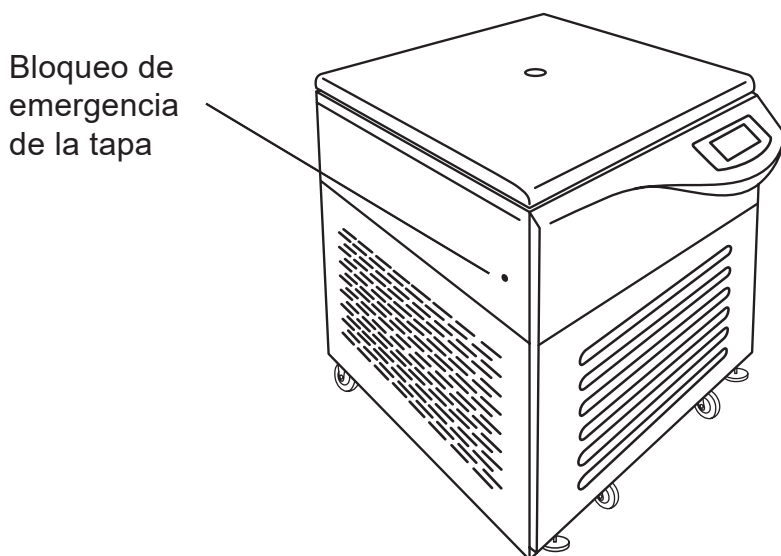

Figura 19.
- Cuando se interrumpe el suministro eléctrico, la tapa de la puerta de la centrífuga no se puede desbloquear ni abrir mediante el cierre eléctrico habitual. En este caso, se puede activar el dispositivo de desbloqueo mecánico de la máquina (Figura 19). Esta función solo se utiliza en situaciones de emergencia y cuando el rotor se ha detenido.